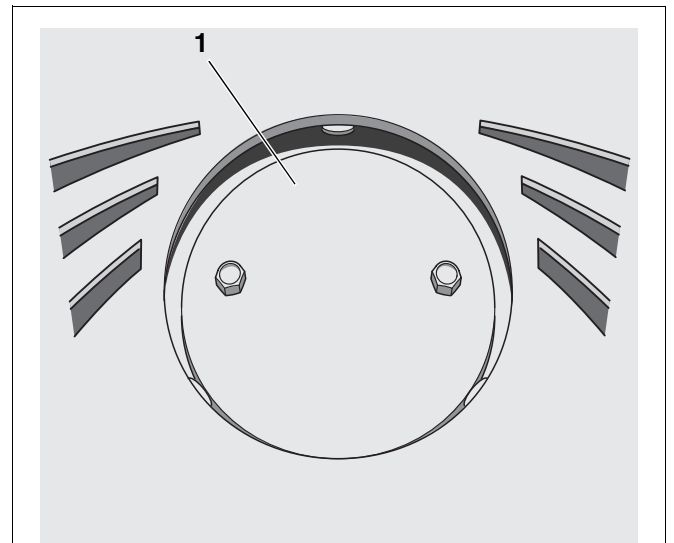

Abb. 34 Abgasanschluss Oberseite – innere Abdeckplatte (blueline 5)
- Innere Abdeckplatte (Abb. 34, **Pos. 1**) am Abgasanschluss Oberseite montieren.